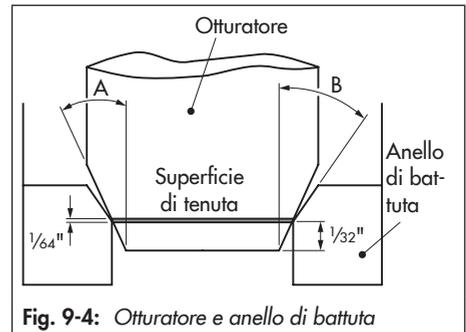

Fig. 9-4: Otturatore e anello di battuta
1. Posizionare l'anello di battuta compresa la guarnizione nell'alloggiamento della valvola. Osservare il posizionamento e l'allineamento corretto. La superficie inclinata di ca. 20° è il seggio dell'otturatore e deve essere rivolta verso la parte superiore della valvola, vedere Fig. 9-4, angolo "B".
8. Posizionare l'anello di battuta compresa la guarnizione nell'alloggiamento della valvola. Osservare il posizionamento e l'allineamento corretto. La superficie inclinata di ca. 20° è il seggio dell'otturatore e deve essere rivolta verso la parte superiore della valvola, vedere Fig. 9-4, angolo "B".